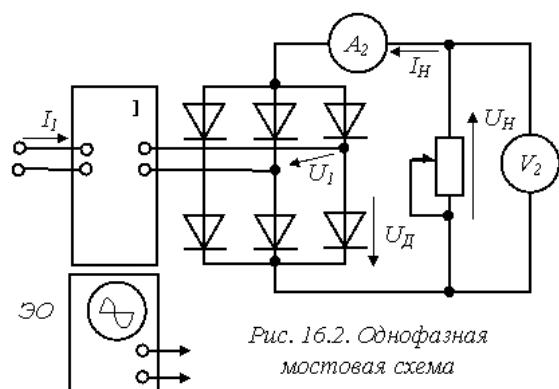

Рис. 16.2. Однофазная
5. Собрать схему (рис. 16.2) (комплект К-50 включить по однофазной схеме измерения). Приборы А2 и V2, должны быть магнитоэлектрической системы. В качестве нагрузки используется реостат с сопротивлением 100 Ом.